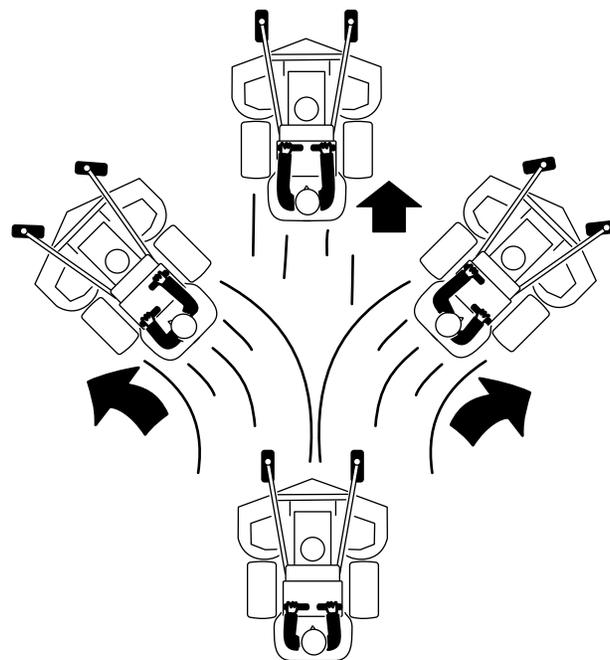

Figura 20
- Empurre lentamente as alavancas de controlo de movimento para a frente (Figura 20).